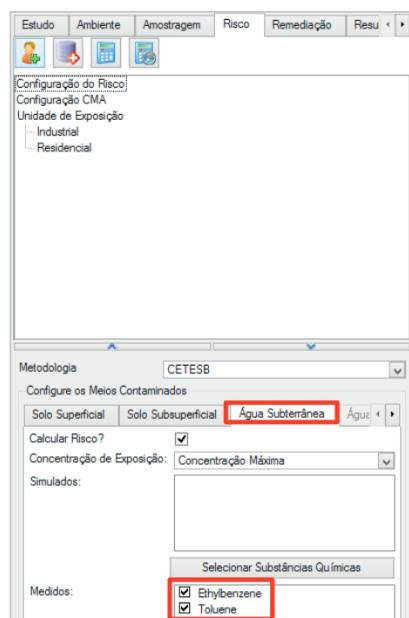

Figura 3.46 Configuração das substâncias químicas de interesse para a Água Subterrânea.
- No meio *Água Subterrânea*, adicione também os compostos químicos Etilbenzeno e Tolueno clicando sobre o botão *Selecionar Substâncias Químicas* e selecionando os compostos (Figura 3.46).